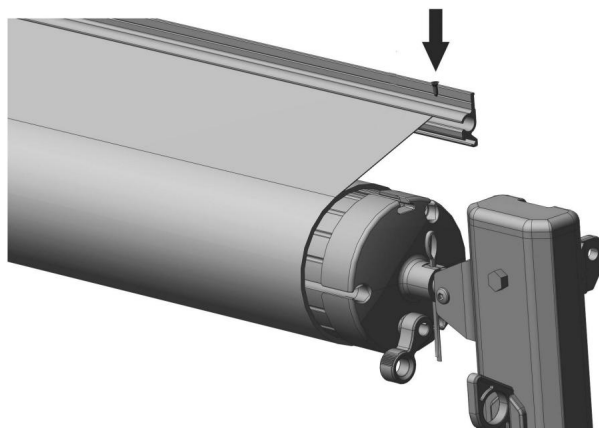

Figura C18
3.8 Aprire e chiudere la tenda 2-3 volte per consentire al tessuto e al meccanismo della tenda di regolarsi naturalmente in posizione. (Vedere il metodo di utilizzo). Controllare che tutte le viti siano fissate e che la tenda possa essere utilizzata normalmente, quindi fissare la Vite B su entrambi i lati per evitare che il tessuto si muova. (Figura C18)